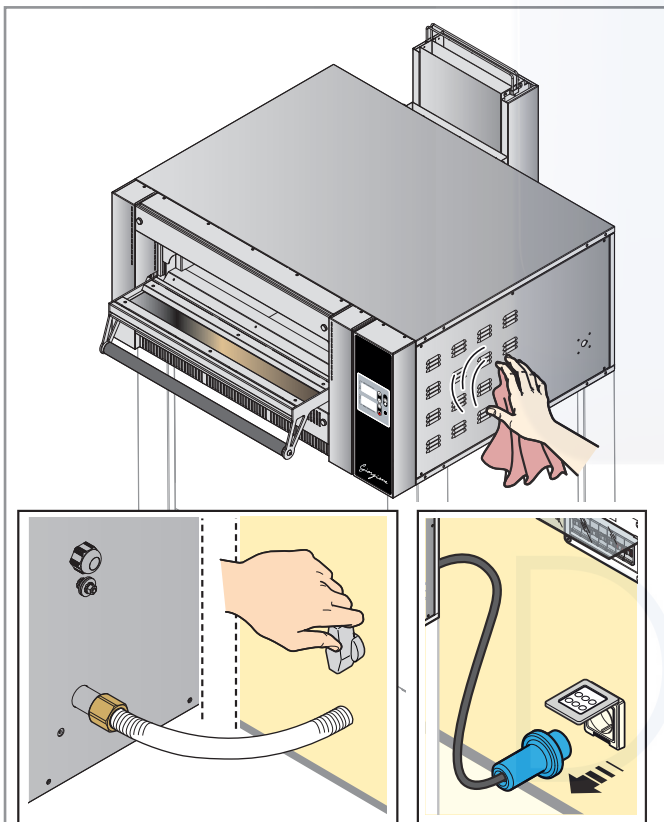

Fig. 18
► **Fig. 18** Durante los periodos de falta de actividad, desconecte la alimentación eléctrica y cierre el grifo de corte de gas. Proteja las partes exteriores de acero del equipo pasando un paño suave ligeramente mojado en aceite de vaselina.